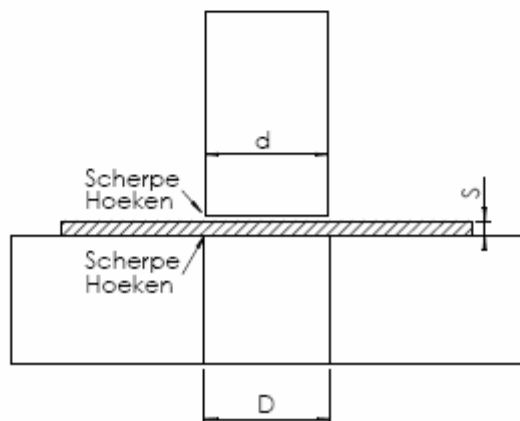

Fig. 5
- Kleine ponsdoppen kan men natuurlijk knippen met een pons uit de plaat.(Zie fig 5) Indien men er niet veel nodig heeft, zeg maar maximum 20 stuks en bij plaatdikten tot 1 mm hoeft men het gereedschap uit C45, bij koper of messing, niet te gaan harden als is dit natuurlijk altijd beter want het levert ook een mooiere knip. Hoe hoger de snelheid (tot 4m/s) waarmee u knipt des te mooier wordt de knipzone. Een stevige hamerslag is eigenlijk het beste maar dit is zonder speciale stempelgeleiding niet haalbaar.